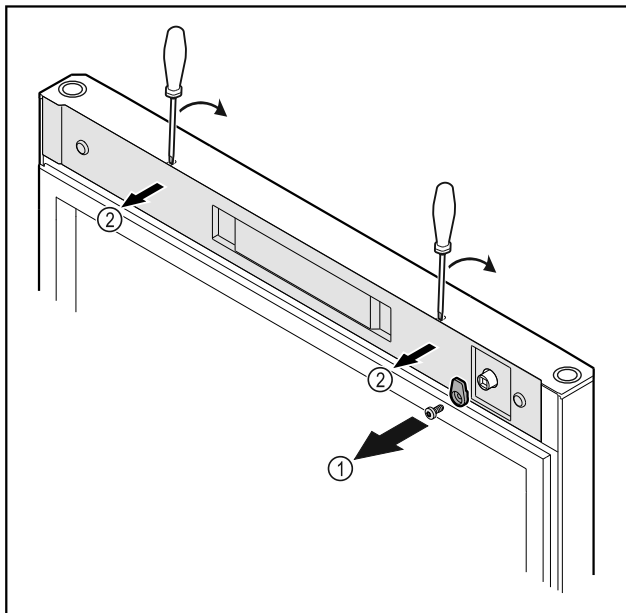

Fig. 18
- Skru låsekrogen Fig. 18 (1) af.
- Klik afdækningen Fig. 18 (2) ud med en lille skruetrækker, og tag den af.